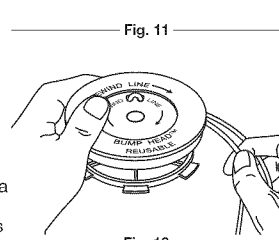

Fig. 13
- Bobine las líneas en capas parejas y ajustadas sobre el carrete (Fig. 13). Bobine la línea en la dirección indicada en el carrete interior. Coloque su dedo índice entre las dos líneas para evitar que se superpongan. No superponga los extremos de la línea. Proceda al paso 12.